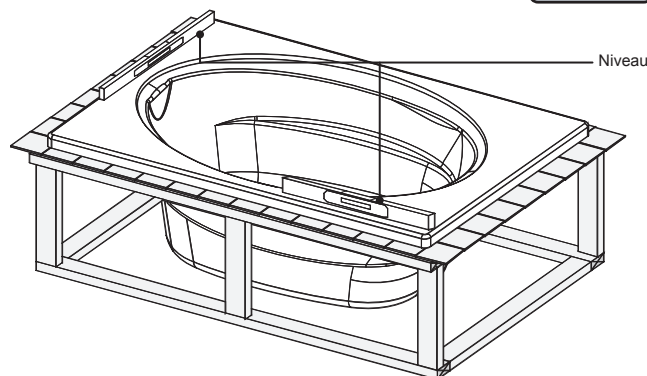

Fig. 6
4. La baignoire doit être de niveau. Pour vérifier, utilisez un niveau au-dessus des rebords sur les deux extrémités de la baignoire et au-dessus du seuil (Figure 6).